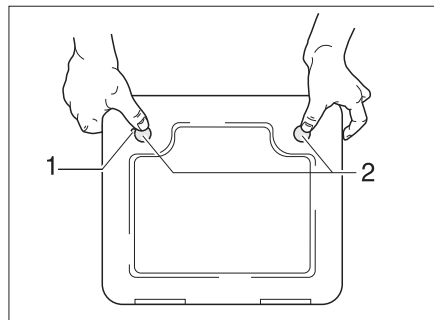

Bild 163 Lucka för toalett-kassetten
- Öppna luckan till kassetten på fordonets utsida. Stick för detta in nyckeln i låscylindern i trycklåset (Bild 163,1) och vrid den ett kvarts varv.
- Tryck samtidigt in de två trycklåsen (Bild 163,2) med tummarna och öppna luckan för kassetten.